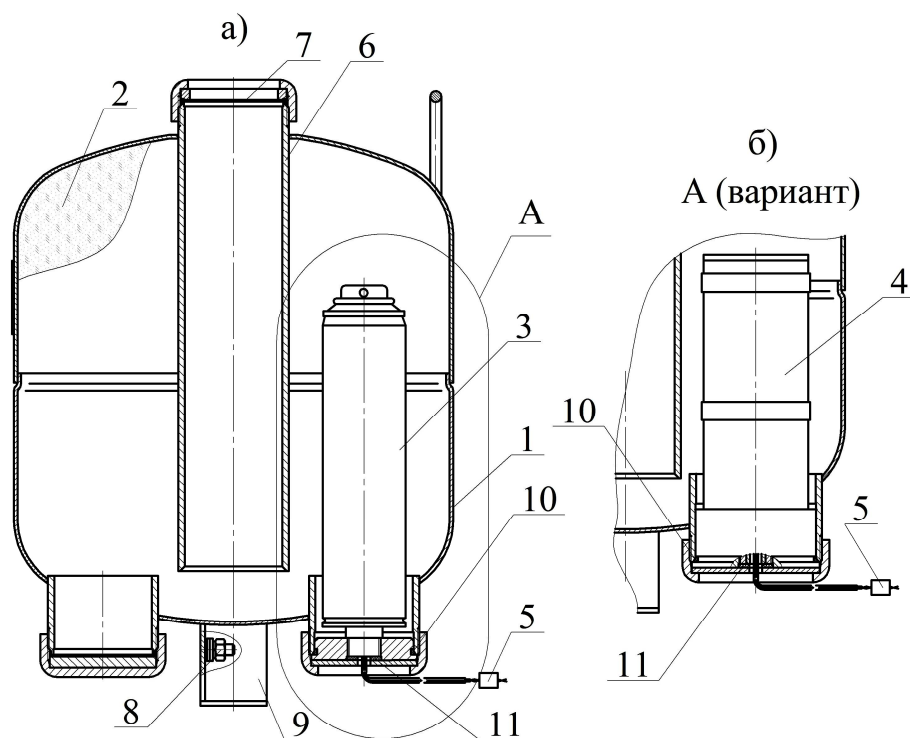

Рисунок 1
4.1.1 МПП (см. рисунок 1) состоит из корпуса 1, в котором размещаются огнетушащий порошок (ОП) 2 и источник холодного газа (ИХГ) 3 или 4 с элементом электропусковым 5. ИХГ 3 предназначен для МПП(Н)-10 и МПП(Н-Т)-10, ИХГ 4 - для МПП(Н-Т1)-10. В верхней части корпуса находится насадок-распылитель 6, который также выполняет функцию сифонной трубки при выпуске ОП из корпуса. Выходное отверстие насадка-распылителя перекрыто мембраной 7. Модуль имеет заземляющий зажим 8.
7.3 Комплект поставки для перезарядки МПП(Н)-10, МПП(Н-Т)-10 (см. рисунок 1):
7.4 Комплект поставки для перезарядки МПП(Н-Т1)-10 (см. рисунок 1):